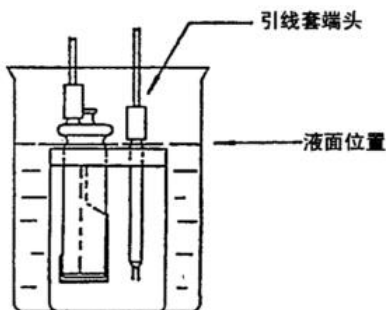

图 5
- 3、如仍不能拆卸,请将滴定池放在 2 升的烧杯中,慢慢加入浓度为 5% 的氯化钾溶液浸泡,其液面如下图 5 所示,必须注意,不要让测量电极、阴极室电极的引线套端头进入液体,浸泡约十几个小时或 24 小时后,即可拆卸(此方法可重复进行)。